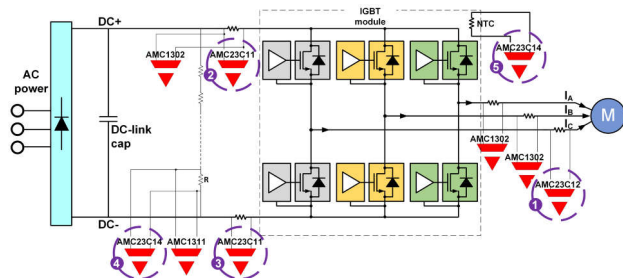

図 5. 電動モータードライブでの超高速故障検出。
図 5 に、短絡電流、過電流、低電流、過電圧、低電圧、過熱フォルト検出シナリオにおけるテキサス・インスツルメンツ (TI) の **AMC23C14** 低レイテンシ強化絶縁型コンパレータファミリを示します。これらのデバイスには、調整可能なコンパレータスレッシュホールド機能が組み込まれており、電源用のハイサイドロードロップアウトレギュレータが含まれており、8ピンのスモールアウトライン IC パッケージでサブ 0.5 $\mu$ s の応答時間を実現しています。